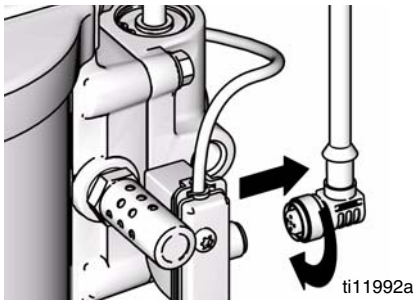

FIG.9. Desconecte DataTrak
1. Destornille el cable de la parte trasera del conjunto de interruptor de lengüeta. Vea FIG.9.